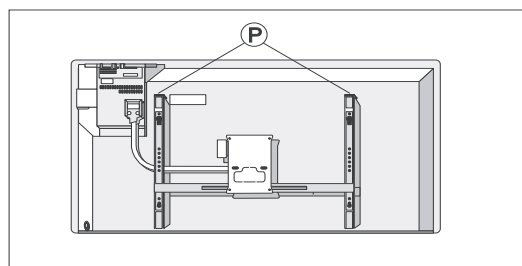

Рис.6
- Б: Уборка пространства за прибором: Прибор снабжен отдельным кронштейном для установки его на стене. Конструкция кронштейна позволяет отклонять прибор вперед при уборке, или снимать его при необходимости. Для этого следует нажать на фиксаторы, расположенные сзади прибора (смотри рис. 6 Р). После уборки не забудьте вернуть его в прежнее положение